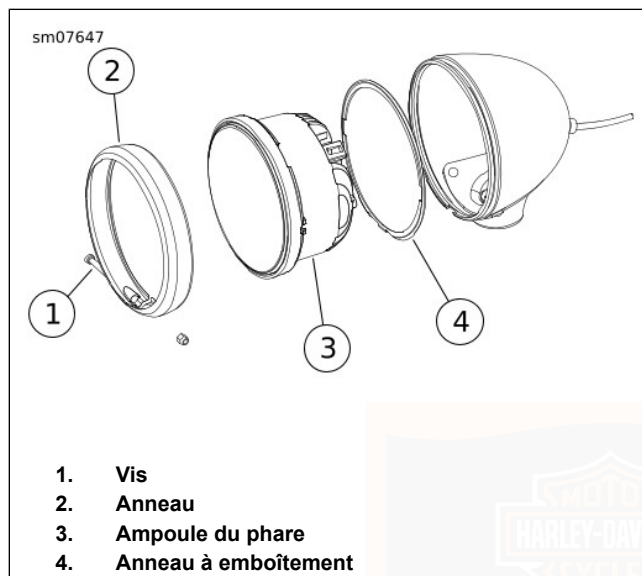

Figure 96. Ensemble de phare
1. Voir Figure 96. Déposer la vis (1). Retirer l'anneau de garniture (2) du boîtier d'ampoule.
1. Voir Figure 96. Placer l'anneau à emboîtement (4) **sur** l'arrière de la nouvelle ampoule (3) avec la languette d'indexage orientée du côté opposé à l'ampoule.